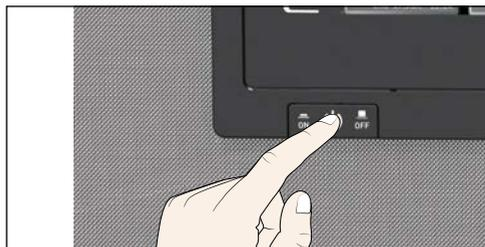

Рис. 19 Выключение устройства
3. Выключите устройство (Рис. 19).